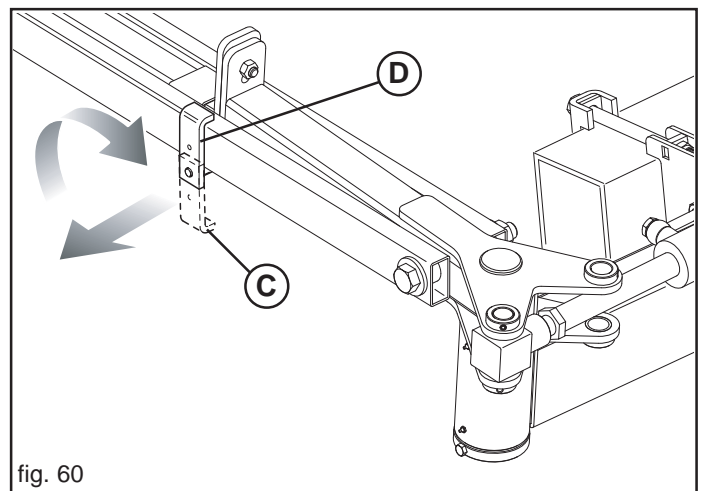

fig. 60
Den Feststeller bei der Arbeit in Position (C, Abb. 60) belassen, damit der Spurreißerarm der Bodenoberfläche folgen kann. Vor dem Schließen des Geräts in Transportstellung den Spurreißerarm sperren, indem der Feststeller in Position (D) gedreht wird.